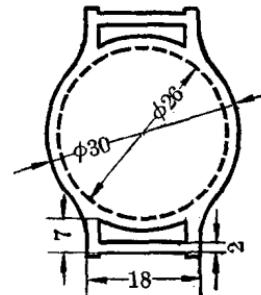

图 1
1. 做一只表面 取一块硬纸板如图 1 剪成直径 30 毫米，两边有方形环的圆块两块，其中一块把方环的中间和表面部分都挖空，另一块只把方环的中间挖空，然后在表面部分糊一层白纸，制成了星期“手表”的底板。按照手表的式样，在底板上写 1~12 数字，表示月份。
1. 先看清图 1 吸蚊器的构造。